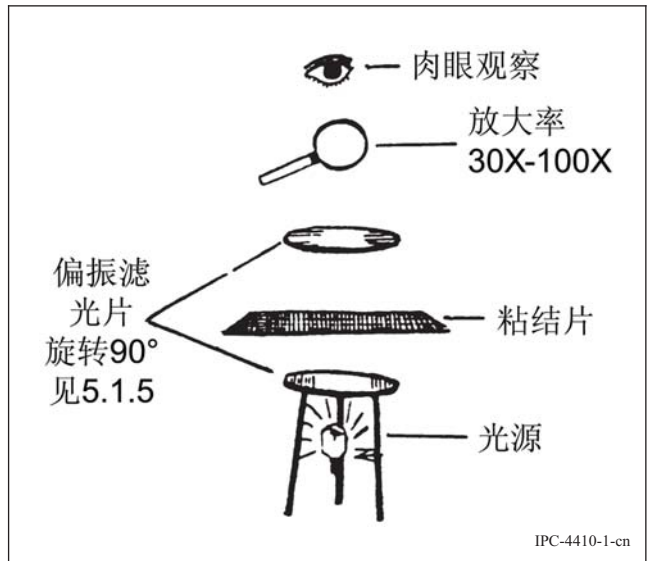

图1 双氰胺检查示意图（展开视图）
5.1.5 旋转上面的滤光镜使之与下面的滤光镜成90°角（见图1）。